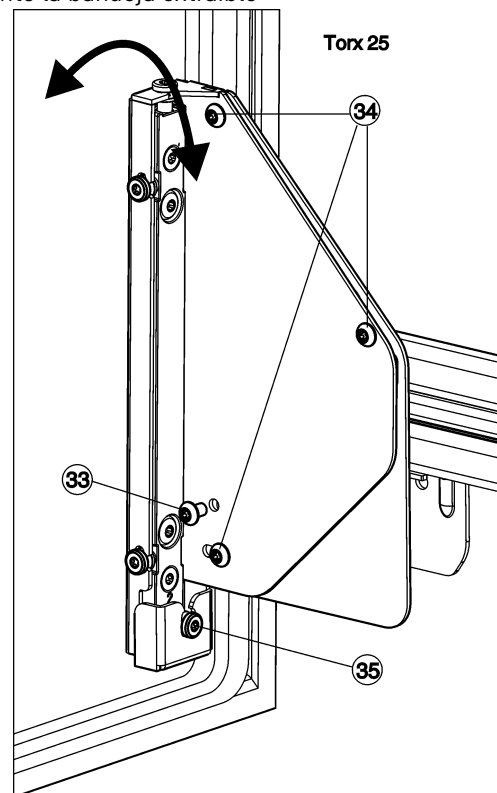

Fig. 26
- ▶ Desenrosque por completo el tornillo Fig. 26 (33).
- ▷ Deseche el tornillo Fig. 26 (33), puesto que ya no es necesario.
- ▶ Afloje los tornillos Fig. 26 (34) con 1 - 2 vueltas.
- ▶ Gire el tornillo de ajuste Fig. 26 (35). En el sentido de las agujas del reloj: la parte superior de la puerta se inclina separándose del cuerpo del aparato. En el sentido contrario a las agujas del reloj: la parte superior de la puerta se inclina hacia el aparato y la inferior se separa del cuerpo del aparato.
- ▶ Una vez finalizado el ajuste de inclinación, vuelva a apretar todos los tornillos Fig. 26 (34).